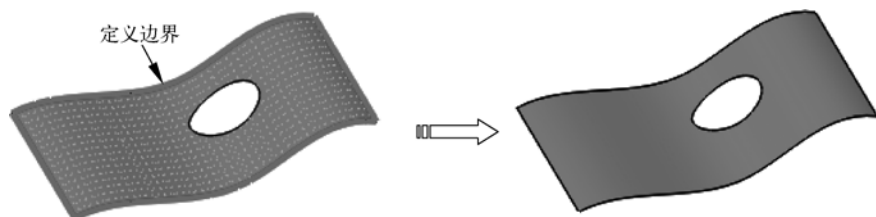

图 4-94 复制内部边界
- 复制内部边界：选择此单选按钮，将会复制用户自定义边界内部所包含的曲面，如图 4-94 所示。